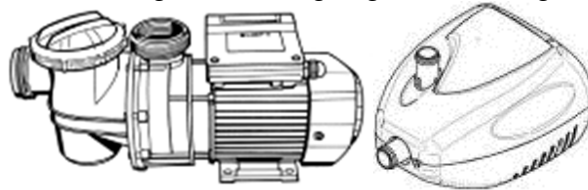

Fig. 1
1. *Pumpe*: elektromechanische Vorrichtung zur Bewegung von Flüssigkeiten (Fig. 1).